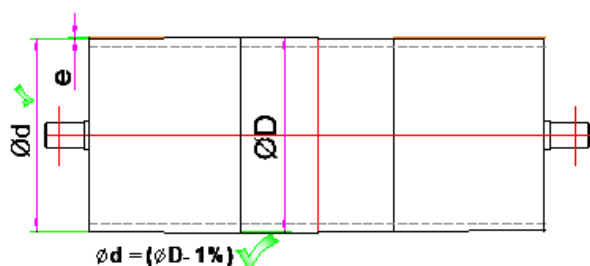

Fig.1 : Profil bombé conforme à NF T47-004
- Pour les bandes à carcasse catégorie A, B ou C, la virole peut être « **bombée** » (c'est recommandé) selon la norme NF T47-004 (il n'y a pas de version ISO) {fig.1 & 2} ;